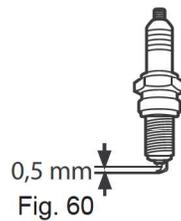

Fig. 60
- > Revise la brecha de la bujía. Debe ser de 0,5 mm (Fig. 60).